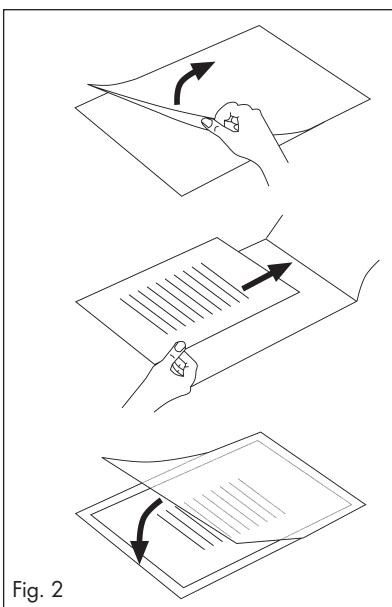

Fig. 2
- Sørg for kun at bruge én folie til laminering. Klap den op på forhånd som vist på f.eks. fig. 2.